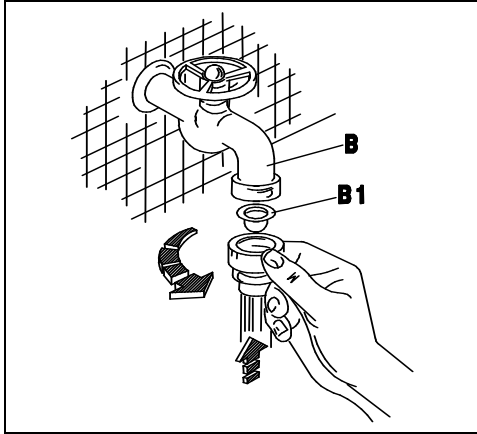
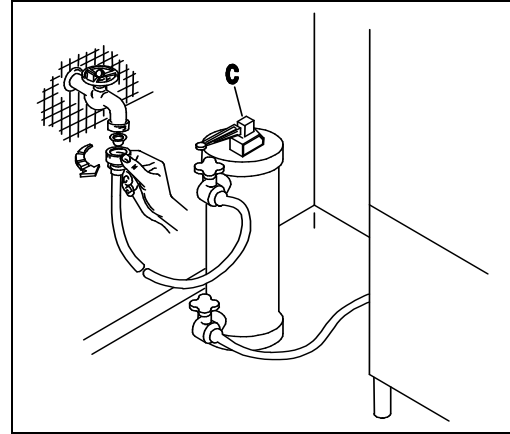
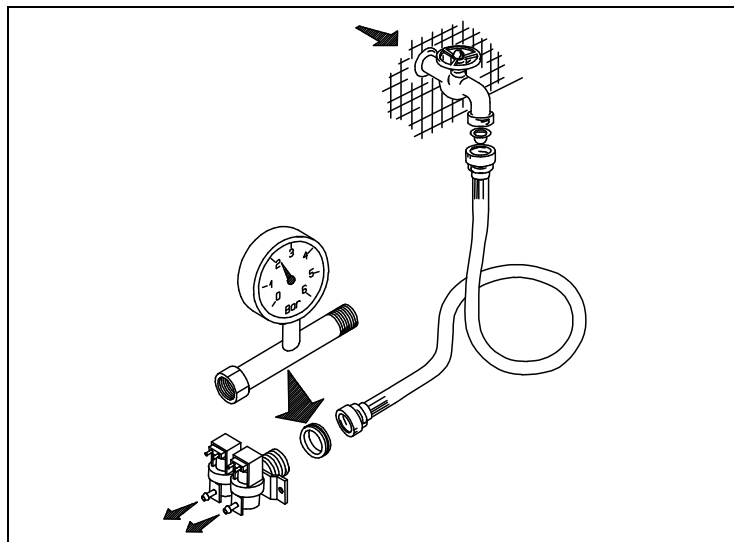
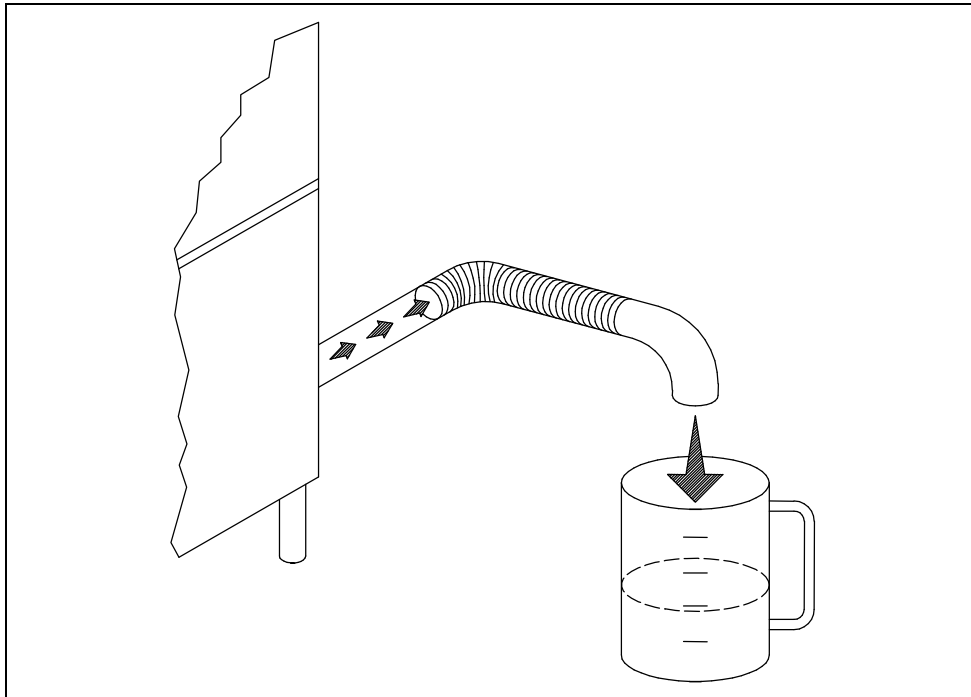

Fig. 2-2
Fig. 2-3
Fig. 2-4
Fig. 2-5
- L'apparecchio è previsto per l'allacciamento all'acqua fredda o calda (max. 50 ÷ 55°C), con una pressione a valvola aperta come indicato nella Tab. 2-1. In caso di pressione superiore alla massima consigliata, bisogna installare un riduttore di pressione. In caso di pressione inferiore alla minima consigliata, bisogna installare una pompa di aumento pressione di max 0.5 Hp, con una portata di 20 L/min ed una prevalenza di 15÷20 mt. Il controllo della pressione deve essere effettuato all'ingresso dell'elettrovalvola (ved. fig.2-4). La condotta dell'acqua deve avere un diametro interno di almeno 16/18 mm (ved.fig.2-5). Collegare il tubo di carico acqua dell'apparecchio ad un rubinetto d'intercettazione (B),posto preferibilmente nelle immediate vicinanze dell'apparecchio, interponendo l'apposito filtro in dotazione (B1) (ved. fig.2-2). Si consiglia l'installazione di un decalcificatore (C) (non in dotazione), montato a monte dell' elettrovalvola della macchina (ved. fig.2-3).
- The appliance is designed for connection to the cold or hot water supply (max. 50 55°C) at a mains pressure with the valve open as shown in Table 2-1 and a minimum output of 10 litres/min. If pressure exceeds the maximum, fit a pressure reducer. If pressure is lower than the minimum, fit a pressure booster pump of max. 0.5 HP, with an output of 20 litres/min. and a head of 15÷20 metres. Pressure must be measured at the solenoid valve inlet (see fig. 2-4). The water pipes must have an internal diameter of at least 16/18 mm (see fig. 2-5). Connect the appliance water supply pipe to a cut-out tap (B), preferably placed close to the appliance, fitting the special filter provided (B1) (see fig. 2-2). We recommend fitting a water softener (C) (not provided) upstream from the machine solenoid valve (see fig. 2-3).
- Das Gerät ist für den Anschluss an Warm-und Kaltwasser (max. 50-55°C) vorgesehen, wobei der Druck bei offenem Ventil dem in Tab. 2-1. Bei höherem Druck als dem empfohlenen einen Druckminderer installieren. Bei niedrigeren Druck als empfohlen eine Druckerhöhungspumpe mit max. 0,5 PS , einer Förderleistung von 20l/min und einer Förderhöhe von 15-20m installieren. Die Druckkontrolle muss am Eingang des Elektroventils erfolgen (siehe Bild 2-4). Die Wasserleitung muss einen Innendurchmesser von mindestens 16/18 mm aufweisen (siehe Bild 2-5). Den Zulaufschlauch des Gerätes an einen möglichst nahegelegenen Wasserhahn (B) anschliessen und den vorgesehenen Filter (B1) anbringen (siehe Bild 2-2). Der Einbau eines Etkalkers (C) wird empfohlen; dieser gehört nicht zur Ausstattung und muss vor dem Elektroventil der Maschine eingebaut werden. (siehe Bild 2-3).
- L'appareil peut être raccordé à l'eau froide ou chaude (50:55°C max) à une pression, soupape ouverte, comme indiqué dans le tableau 2-1. Si la pression dépasse la pression maximum conseillée, il faut installer un réducteur de pression. Si la pression est inférieure à la pression minimum conseillée, il faut installer une pompe pour faire augmenter la pression de 0,5 Hp max., à un débit de 20 litres /min et à une hauteur d'élévation de 15-20 m. Le contrôle de la pression sera effectué à l'entrée de l'électrovanne (voir fig. 2-4). Les conduites d'eau auront un diamètre interne d'au moins 16/18 mm (voir fig. 2-5). Raccorder la conduite d'arrivée de l'eau de l'appareil à un robinet secondaire (B), installé si possible tout près de l'appareil, après avoir intercalé le filtre spécial fourni (B1) (voir fig. 2-2). Nous conseillons d'installer un adoucisseur (C) (non fourni) qui sera monté en amont de l'électrovanne de la machine (voir fig. 2-3).
- Este aparato se puede alimentar con agua caliente o fría (máx. 50 ÷ 55°C); la presión del agua con válvula abierta está indicada en la tabla 2-1. En caso de que la presión fuera superior a la máxima que se aconseja, instale un reductor de presión; si fuera demasiado baja, instale una bomba de aumento de presión de 0,5 Hp (máximo), con un caudal de 20 litros por minuto y una altura de elevación de 15 a 20 m. El control de la presión se debe efectuar en la entrada de la electroválvula (véase fig. 2-4). La tubería del agua debe tener un diámetro interior de 16-18 m. por lo menos (véase fig. 2-5). Conecte el tubo de alimentación del agua del aparato a un grifo de paso (B), que irá montado preferentemente muy cerca del aparato, tras interponer el filtro (B1) del equipamiento base (véase fig. 2-2). Es aconsejable instalar un descalcificador (C) (que no forma parte del equipamiento base). El descalcificador irá montado antes de la electroválvula de la máquina (véase fig. 2-3).